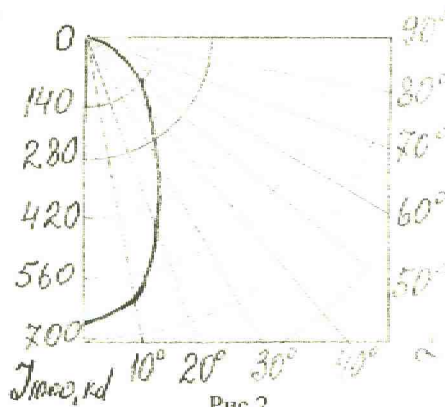

Рис.2
2.1. Распределение силы света светильников показано на рис.2. Тип кривой силы света круглосимметричная, глубокая.